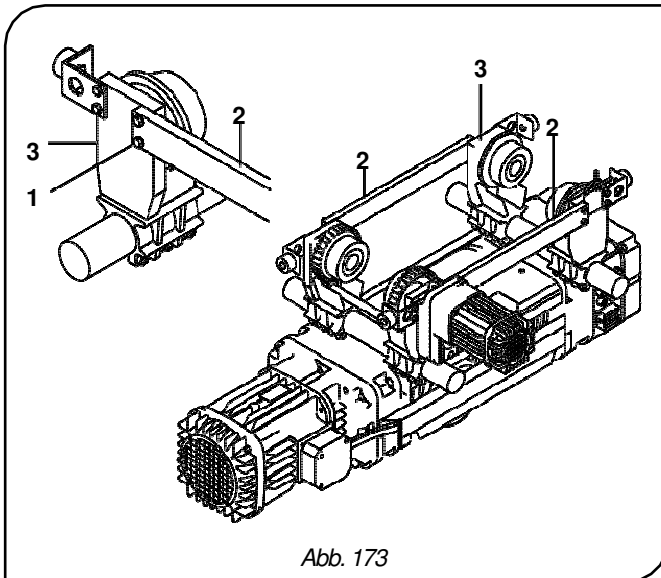

Abb. 173
- Setzen Sie die Verbindungsflachstäbe **-2-** der Platten **-3-** mit Hilfe der Befestigungsschrauben **-1-** (Abb. 173) wieder auf, ohne diese jedoch festzuziehen.